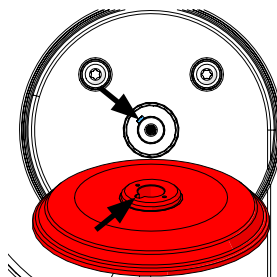

Fig. 15
- >>> prestar atención a la ranura de arrastre (Fig. 15).